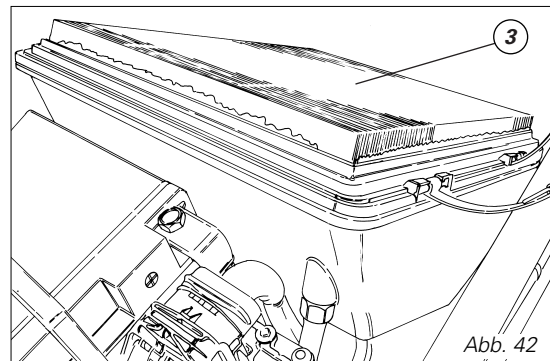

Abb. 42
Die Befestigungsklammern (1) des Deckels an beiden Seiten des Filterkastens aushaken, dann den Deckel (2) abnehmen. Den Filtereinsatz (3, Abb. 42) entfernen und austauschen.